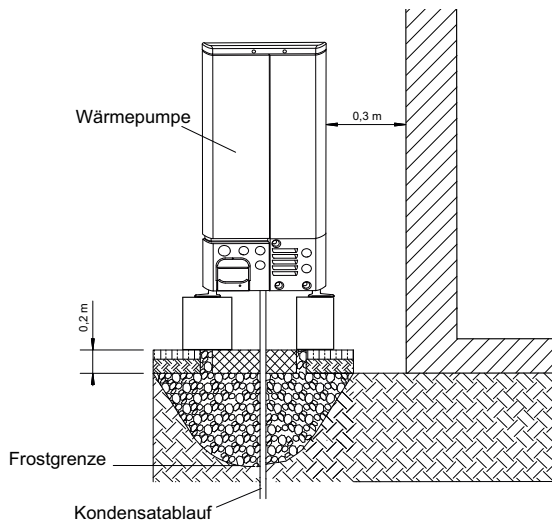
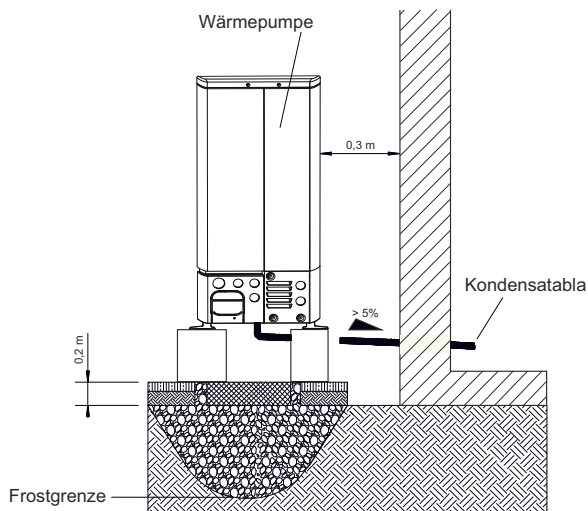

Abb. 4.1
Abb. 4.2
- Es wird empfohlen, die Außeneinheit wandnah auf einem vom Gebäude getrennten Fundament zu montieren mit einem Abstand von mindestens 0,3 m an der Ansaugseite (Abb. 4.1 + Abb. 4.2).
- Die angegebenen Mindestabstände (Abb. 4.1) sind einzuhalten.